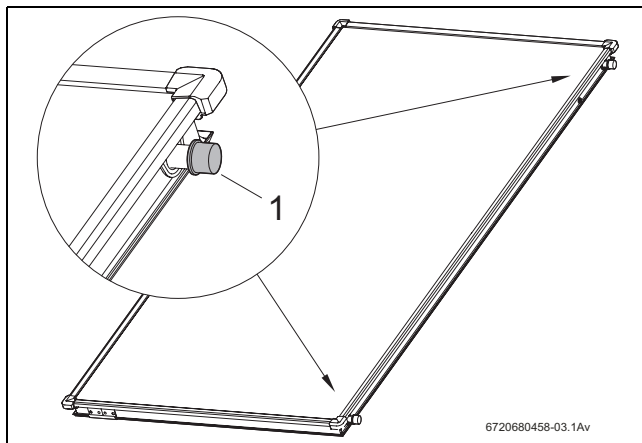

Рис. 4 Крышки на штуцерах коллектора
- ▶ Снимите пластмассовые крышки (рис. 4, [1]) только непосредственно перед монтажом.